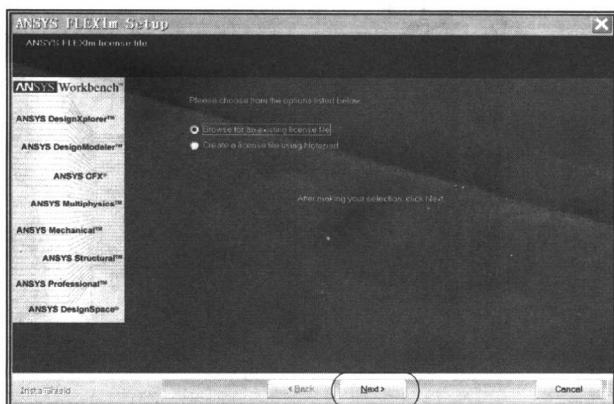

图 1-12 选择浏览存在 ANSYS 许可文件
⑫ 出现 ANSYS 许可文件配置界面如图 1-12 所示, 选择 Browse for an existing license file, 单击 Next 按钮进行下一步安装。